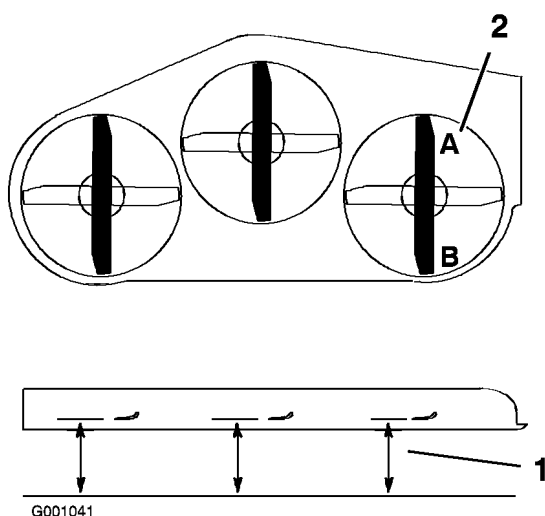

Figura 59
1. Coloque la cuchilla **derecha** en posición longitudinal (Figura 59).
2. Mida la cuchilla derecha en la posición **A** desde una superficie nivelada hasta el filo de corte del extremo de la cuchilla (Figura 59).
4. Mida la cuchilla derecha en la posición **B** desde una superficie nivelada hasta el filo de corte del extremo de la cuchilla (Figura 59).
6. La cuchilla del cortacésped debe estar entre 6 y 10 mm más baja en la posición **A** que en la posición **B** (Figura 59). Si no es correcta la distancia, continúe con los pasos siguientes.